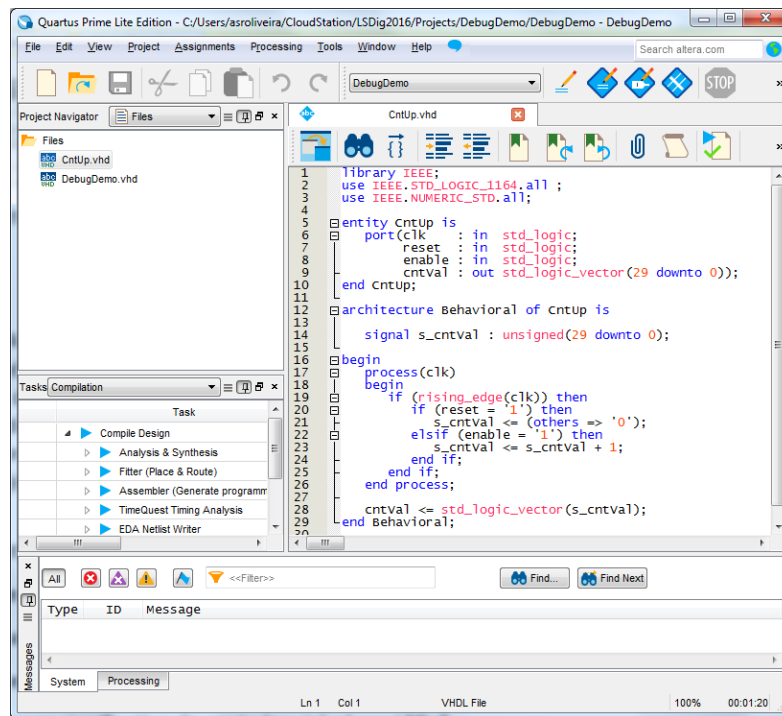
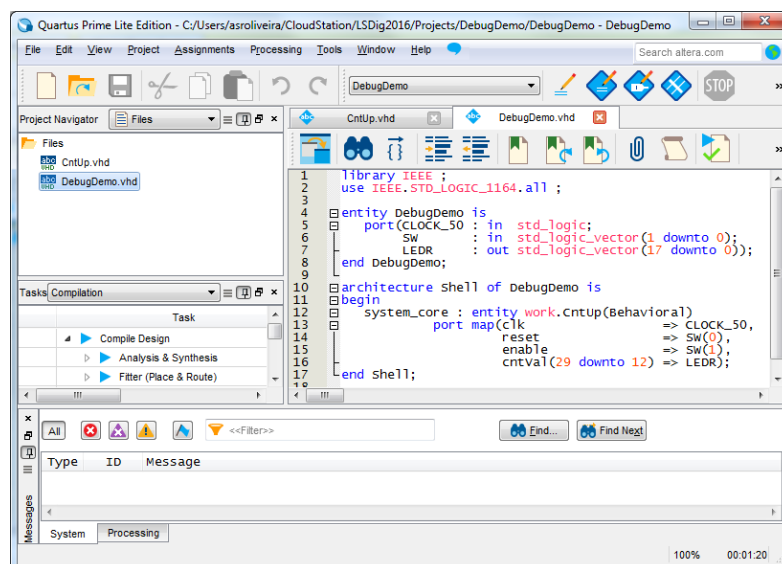

Figura 18 – Código fonte do módulo “CntUp.vhd”.
Figura 19 – Código fonte do módulo “DebugDemo.vhd”.
1. Crie um novo projeto para a FPGA Altera Cyclone IV EP4CE115F29C7. Poderá designar o projeto e a entidade *top-level* como “DebugDemo”. O projeto consistirá num contador binário crescente, apresentado na Figura 18 e descrito no ficheiro “CntUp.vhd”. O módulo *top-level* “DebugDemo.vhd” interliga os portos do contador a dispositivos do kit DE2-115 (Figura 19). Edite os ficheiros com o código fonte fornecido, grave-os com os nomes indicados, importe o ficheiro “DE2_115.qsf”, compile o projeto, programe a FPGA e responda às questões dos pontos seguintes.